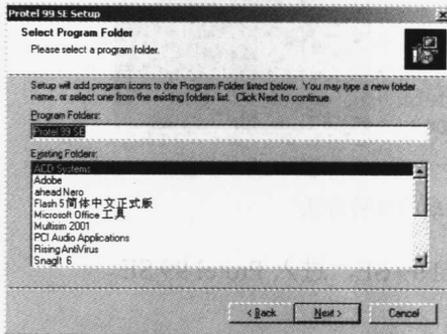

图 1-3 指定程序组
4) 单击 Next 按钮后，屏幕提示选择安装路径，一般不作修改。再次单击 Next 按钮，选择安装模式，一般选择典型安装 (Typical) 模式。继续单击【Next】按钮，屏幕提示指定存放图标文件的程序组位置，如图 1-3 所示。